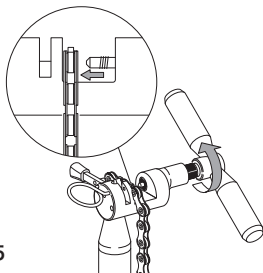

図5
- ツールを回し、小型ピンをリンクの穴から完全に押し出します (図5)。